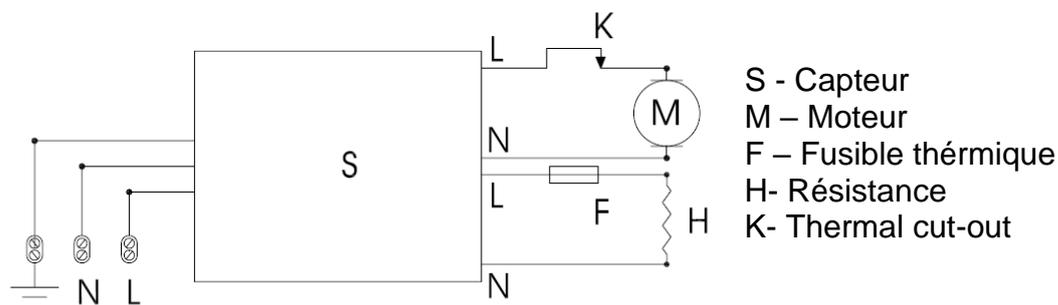

Figure 9
- II. Appuyer sur le bouton d'évacuation de l'eau de la manière illustrée par la figure 9 jusqu'à ce que toute l'eau sorte du réservoir.